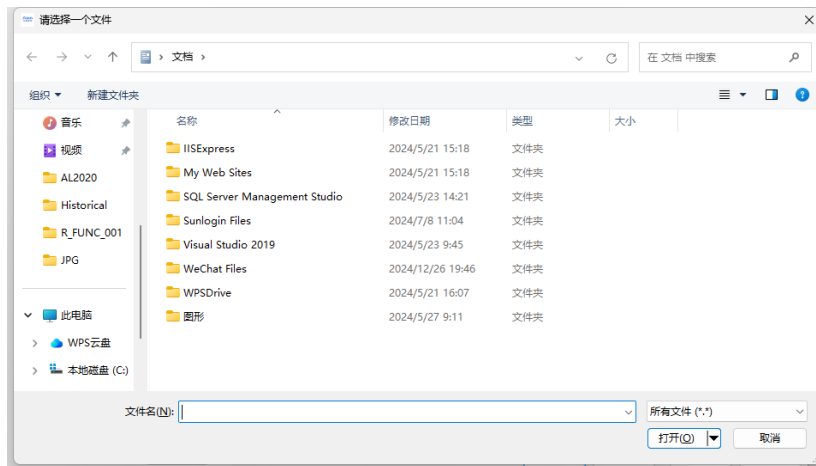

图 4-7 选择导入参数文件
- 导出参数配置：选择文件解析相对文件备份的参数用于显示在上位机界面，如图 4-7、7-8 所示。